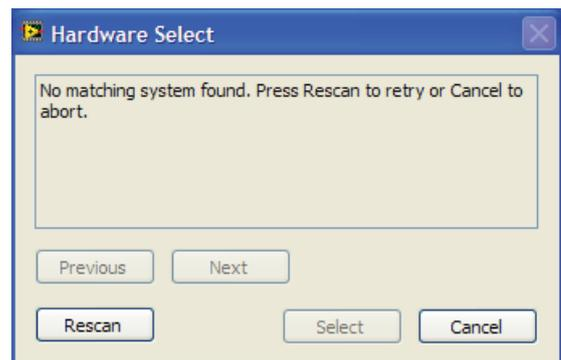

図 10. エラーのポップアップ・ウィンドウ
2. ソフトウェアを起動したとき SDP ボードが USB ポートに接続されていない場合、接続エラーが表示されます (図 10 参照)。評価用ボードを PC の USB ポートに接続して、数 sec 待った後、**Rescan** をクリックし、指示に従ってください。